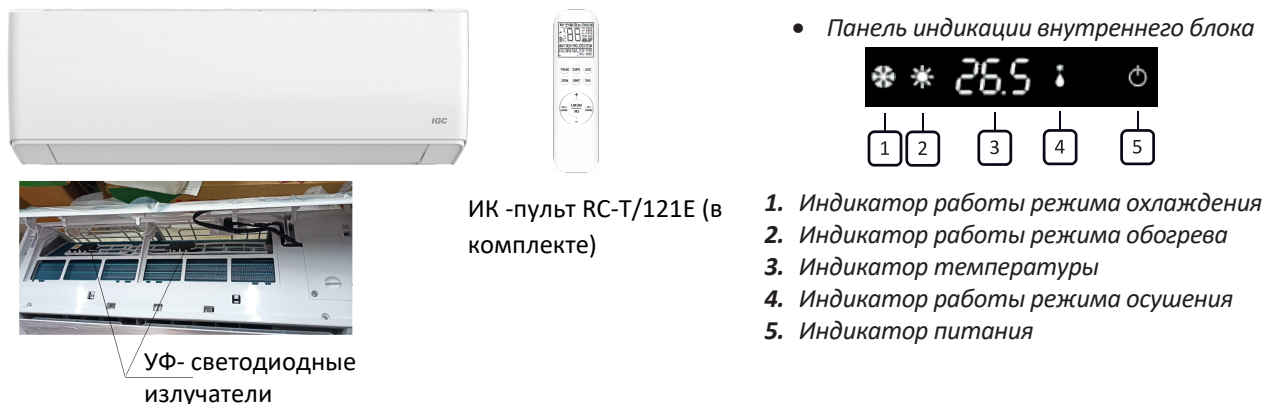

Рисунок 6.1
6.1 Блоки настенного типа (рис.6.1)